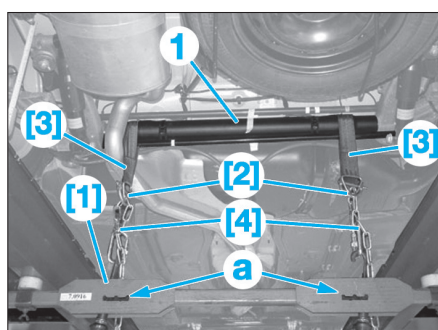

Fig. 3
- Engager les sangles [3] équipées de leurs manilles [2] sur la traverse arrière (1) (Fig.3).